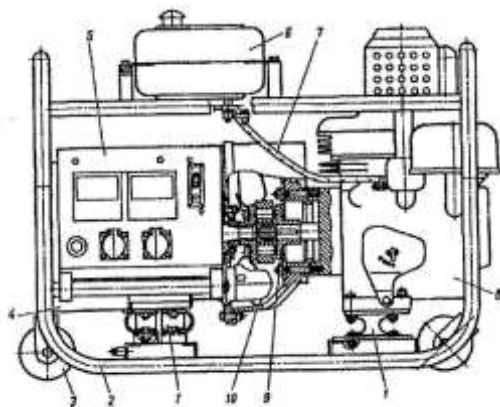

Рис. 1
8. Что изображено на рис. 1 под № 8
9). Что изображено на рис. 1 под № 4